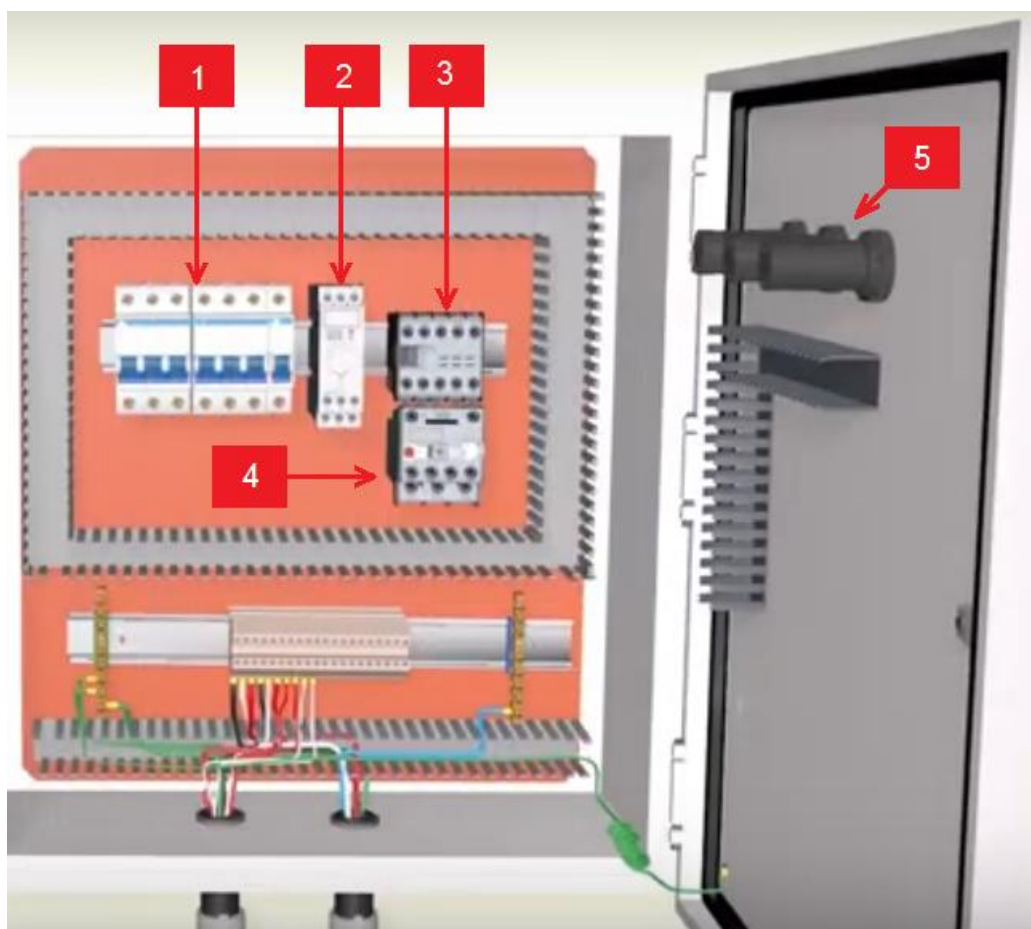

Figura 6 - Montagem do QC-MB
Conforme representação aproximada e meramente ilustrativa da Figura 6, dentro do QC-MB estarão os disjuntores (DJ2 e DJ3) [1], o relé de falta de fase (RFF) [2], a contatora (K) [3], o relé térmico (RT) [4], as lâmpadas de sinalização [5], os condutores e os elementos de fixação,. As partes metálicas do quadro deverão estar aterradas.